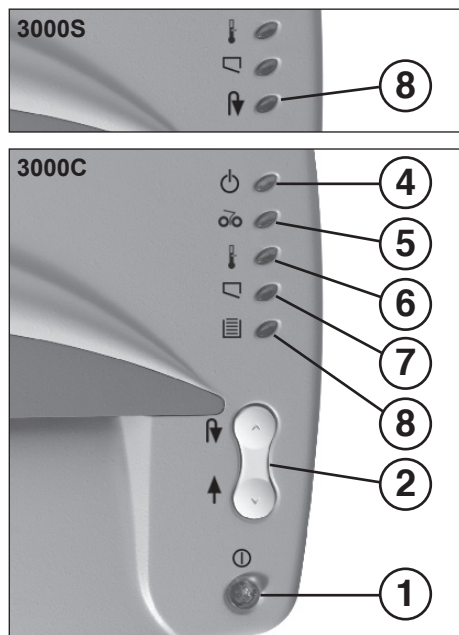

Fig. 1
- 1 = Pulsante „Pronto funzione“ (Fig. 1)**
- 2 = Pulsante a scorrimento (Fig. 1) (avanti / indietro)**
- 4 = Spia di controllo „Pronto funzione“ (Fig. 1)**
- 5 = Spia di controllo „inceppamento del materiale“ (Fig. 1)**
- 6 = Spia di controllo (Fig. 1) „Sovraccarico motore“**
- 7 = Spia di controllo (Fig. 1) „Manca il contenitore“**
- 8 = Spia di controllo (Fig. 1) „Contenitore colmo“ / „Inversione rotazione“**
- Innestare la macchina premendo il pulsante (1) (Fig. 1). La spia di controllo (4) (Fig. 1) si accende.
Avvertenza: se si vogliono trinciare pellicole trasparenti, la macchina deve essere inserita a mano su modalità di scorrimento in avanti (inserire pulsante a scorrimento (1) (Fig. 1) in posizione „↑“).
Prima di raggiungere il livello di riempimento massimo del contenitore, che farebbe disinnestare automaticamente la macchina, viene emesso fino a tre volte un allarme acustico per avvertire che il contenitore deve essere svuotato. Se il contenitore di raccolta è pieno, la macchina si disinnesta. La spia di controllo (8) (Fig. 1) si accende.
- Rimuovere il contenitore di raccolta dalla parte anteriore e svuotare il suo contenuto. La spia di controllo (7) (fig. 1) si accende.
Assicurarsi che durante la notte l'apparecchio sia sempre disinserito (pulsante (1) (fig. 1)).
- La spia di controllo (5) (Fig. 1) si accende.
- Inserire brevemente il pulsante a scorrimento (1) (Fig. 1) in posizione „↑“.
- La spia di controllo (5) (Fig. 1) si spegne.
Sollecitando il motore oltre i limiti avviene il blocco. La spia di controllo (6) (Fig. 1) si accende. Disinserire la macchina tramite il pulsante (1) (fig. 1).